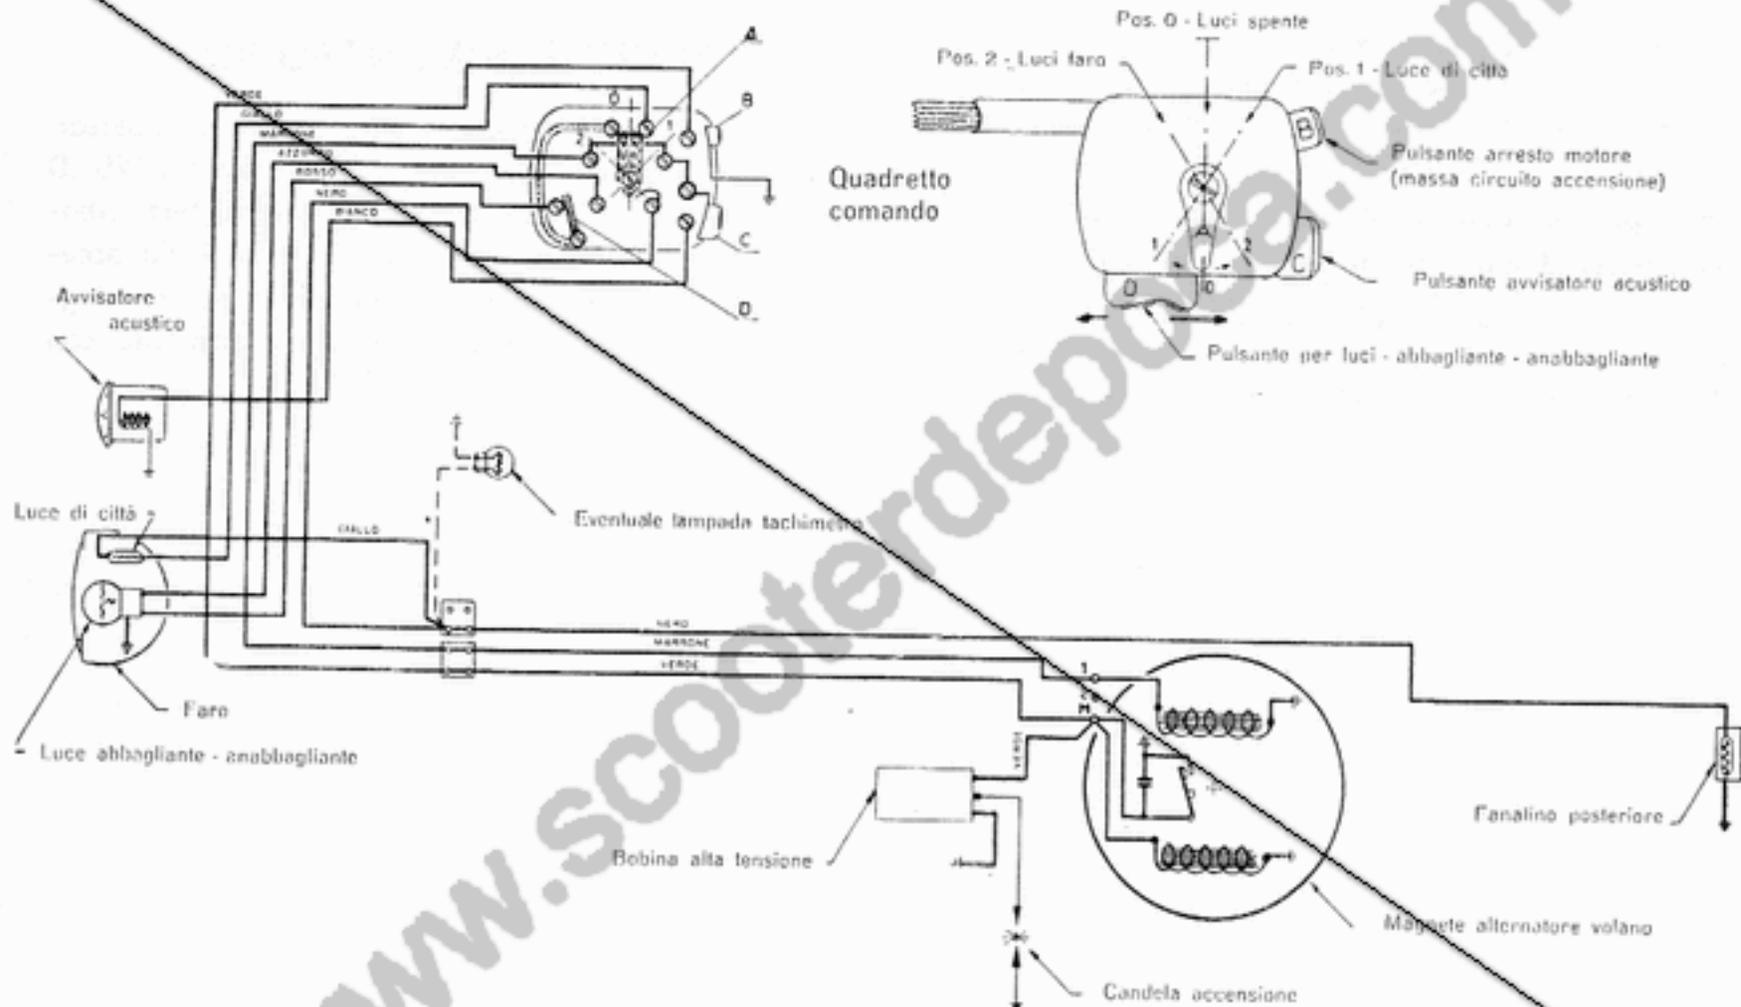

Fig. 45
**N.B.** - Sulle prime 6.000 Lambrette 125 LD « 57 », viene montato un avvisatore acustico di transizione (dis. 6.A.301) per il quale la presa di corrente non viene derivata dalla morsetteria sul faro, come per il tipo definitivo, ma sul quadretto comando appositamente modificato (dis. 12 A 1761) vedi schema impianto elettrico di transizione fig. 45.